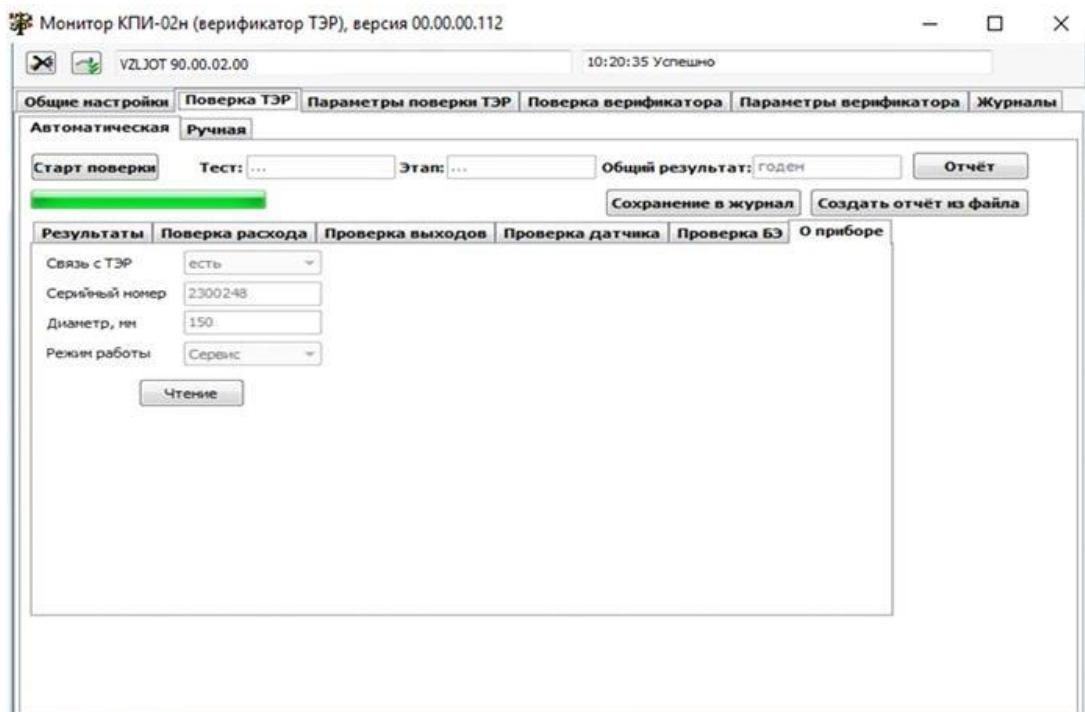

Рис.15. Окно «О приборе» вкладки «Проверка ТЭР».
**4.2.3.** По окончании поверки в окнах **Проверка расхода**, **Проверка выходов**, **Проверка датчика**, **Проверка БЭ** можно считать результаты всех проведенных измерений и тестов. В окне **О приборе** отображается информация о поверяемом расходомере (рис.15).